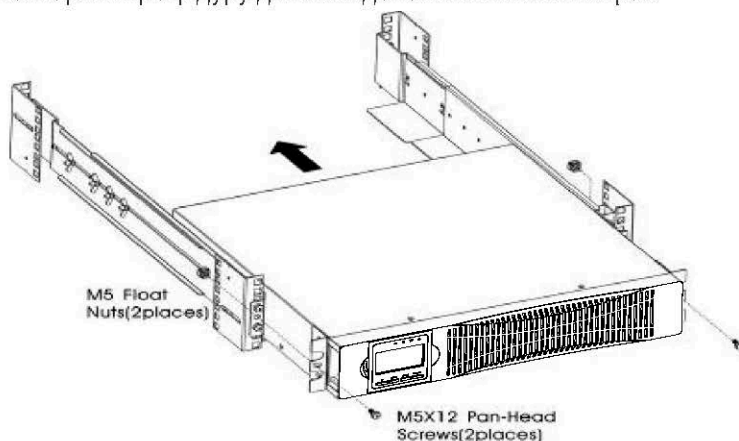

Рис. 4 Крепление передней части шкафа
l) закрепите переднюю часть ИБП на стойке с помощью винтов с полукруглой головкой М5×12 и одной закладной гайки М5 с каждой стороны(см. рис.4).Установите Нижний винт на каждой стороне через нижнее отверстие кронштейна и нижнее отверстие рельса. Повторите процедуру для всех дополнительных шкафов.